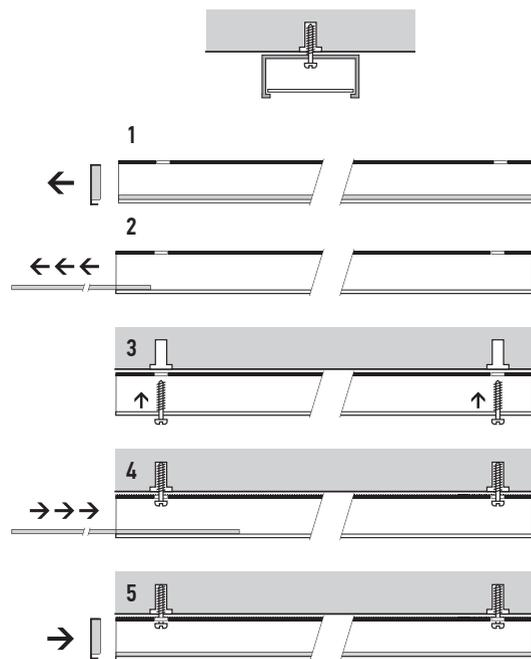

Рис. 2 Схема накладного монтажа светильника PSO-01
1.7.1 на любые ровные поверхности накладным способом (см. Рис.2);